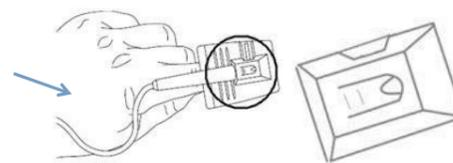
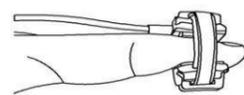

Figura 2 Sensore da dito in gomma
Figura 4 (A/B) Sensore di tipo Y su dito/pianta del piede
3. Per il sensore SpO2 da dito in gomma per adulti, inserire un dito (preferibilmente il dito indice, ma si possono utilizzare anche il medio o l'anulare, a condizione che le unghie siano della lunghezza appropriata) nel sensore secondo il simbolo sulla parte superiore del sensore, come mostrato nella Figura 2. Si prega di notare che il dito deve essere inserito abbastanza in profondità per far sì che la luce emessa dall'optosensore (da un lato del sensore di tipo Y) si trasmetta attraverso l'osso del dito per la dispersione della luce prima di raggiungere la parte ricevente del sensore di tipo Y.
4. Il sensore SpO2 Universale di Tipo Y con fascia in gomma può essere avvolto attorno un dito o alla pianta del piede (specialmente per le misurazioni su neonati). Questo sensore viene mostrato nella figura 2 nel suo stato aperto, la fascia di gomma può essere rimossa dal sensore di Tipo Y per la pulizia, il sistema di fissaggio della fascia può essere regolato per allineare il sensore e garantire una corretta aderenza. Posizionare il sensore a Y nella sua sede all'interno della fascia aperta prima di avvolgerla intorno al dito o alla pianta del piede. Quando viene utilizzato su un dito, inserire il dito all'interno della fascia in modo che si trovi tra i due lati del sensore di tipo Y, quindi avvolgere la fascia attorno al sensore come mostrato in Figura 4(A). Quando viene utilizzato sulla pianta del piede, posizionare la pianta all'interno della fascia, quindi avvolgerla attorno al piede e stringerla con la forza adeguata come mostrato in Figura 4(B); si raccomanda vivamente di utilizzare garza autoadesiva per assicurare il cavo del sensore in prossimità del sito di misurazione, in modo da evitare movimenti tra il sensore e l'area misurata e garantire una maggior qualità del segnale.